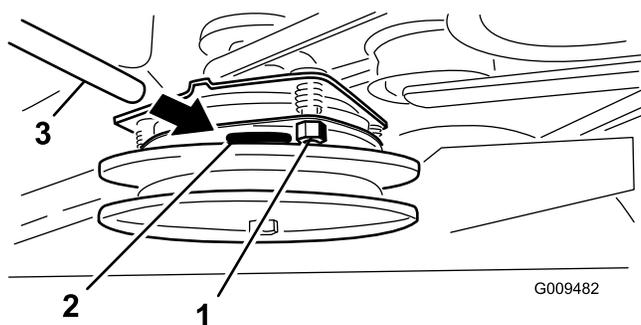

Figura 61
2. Se for necessário ajuste, utilize um calibrador de 0,381 mm para ajustar cada uma das três posições de ajuste da ranhura. Aperte as porcas de freio até que o calibrador prenda ligeiramente, mas possa ser deslocado facilmente na folga (Figura 61).